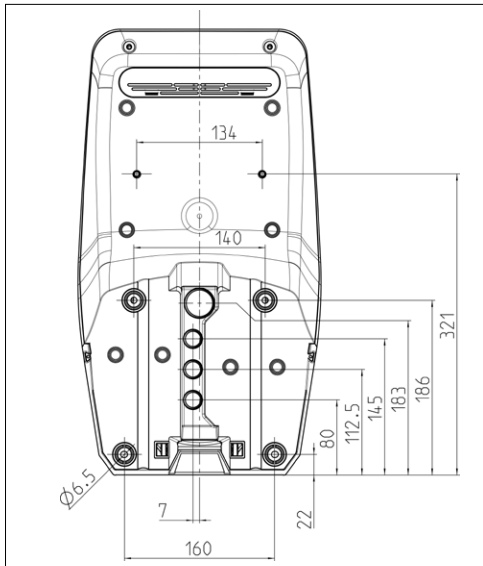

Fig. 10: Dimensiones de los taladros [mm]
En caso de un tendido empotrado, la posición de la línea de alimentación debe preverse mediante la plantilla de taladrado suministrada o la figura "Fig. 10: Dimensiones de los taladros [mm]".
- ▶ Marque los orificios de fijación utilizando la plantilla de taladrado suministrada o la figura "Fig. 10: Dimensiones de los taladros [mm]".